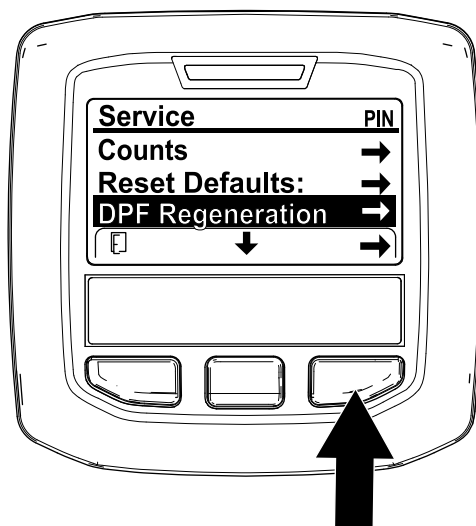

図 23
- 整備 Serviceメニューから、中央ボタンで下へスクロールして DPF REGENERATIONメニューに入る 図 23。
- 右側のボタンで DPF Regeneration再生に入る 図 23。